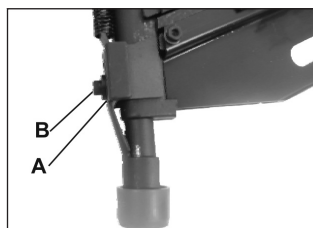

Рисунок 6
■ Глубина забивки гвоздя у модели FN-2190 определяется положением контактной скобы (А) (рис. 6). Чем выше Вы поднимите контактную скобу, тем больше будет глубина забивки гвоздя.
1. Для регулировки глубины забивки гвоздя, ослабьте винт с углублением под ключ (В) (рис. 6).